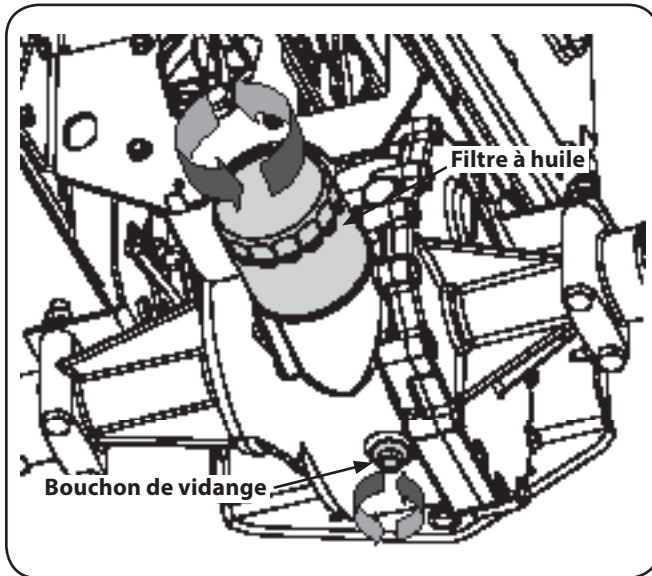

Figure 6-3
- Retirez le bouchon de vidange et vidangez l'huile de la transmission dans un récipient collecteur d'une capacité minimum de 5,68 litres. Remplacez le bouchon de vidange. Voir Figure 6-3.
- Nettoyez autour de la base du filtre à huile et retirez le filtre en le tournant dans le sens anti-horaire. Voir la Figure 6-3.